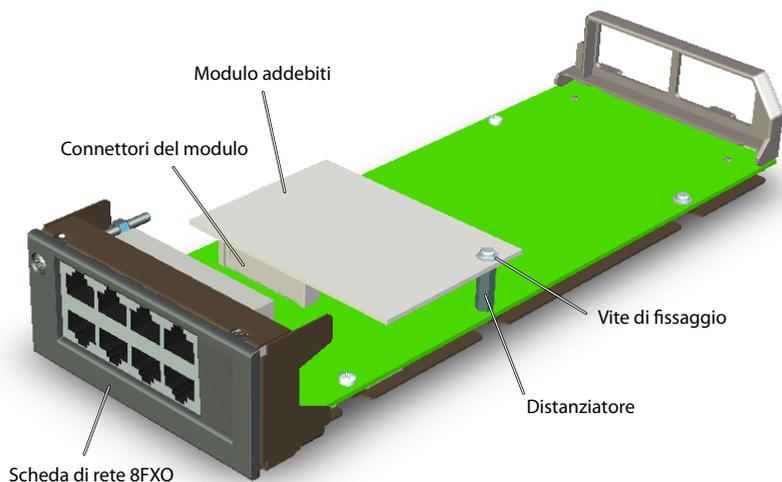

Fig. 28 Modulo addebiti su scheda di rete 8FXO
3. Asportare le viti di fissaggio per il modulo addebiti sulla scheda FXO e avvitare al suo posto il distanziatore (vedi Fig. 28).